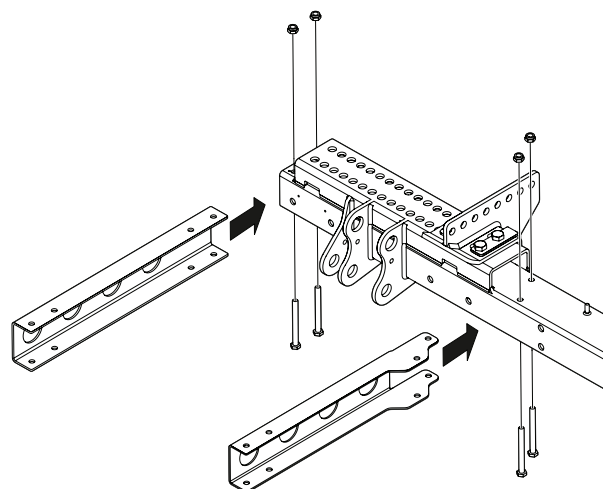

Bild 36. Montering av konsoler på stomme
1. Montera konsolerna på bakgavellyftens stomme med 2 skruvar M10x100 vardera utan att dra åt. Se Bild 36.